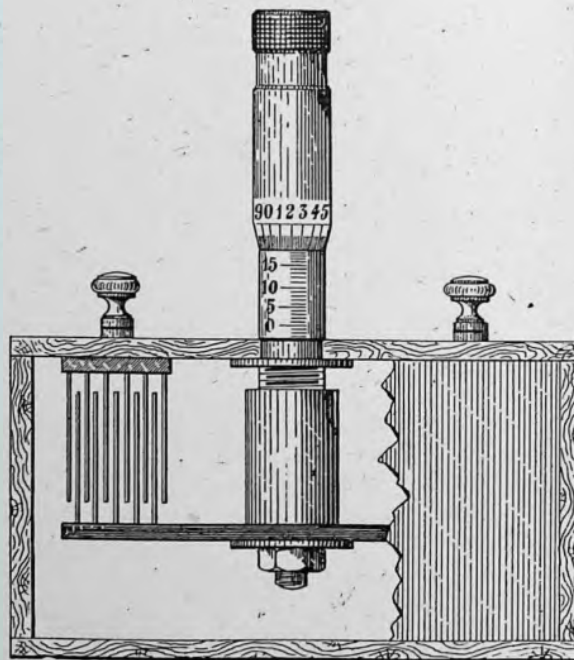

Fig. 4
Etablissons graphiquement les avantages du condensateur « Le Micrométrique ». Comparons les courbes (1) et (2) de la figure 4.